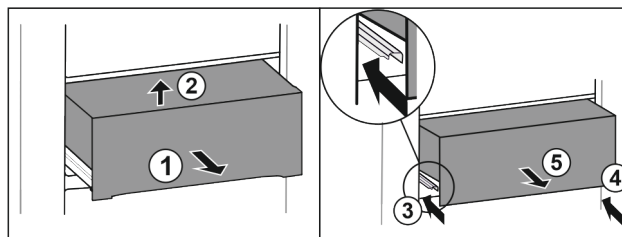

Fig. 28
- ▶ Sortir le tiroir à mi-chemin Fig. 28 (1).
- ▶ Le soulever à l'avant Fig. 28 (2).
- ▶ Rentrer le rail de gauche Fig. 28 (3).
- ▶ Rentrer le rail de droite Fig. 28 (4).
- ▶ Retirer le tiroir par l'avant Fig. 28 (5).